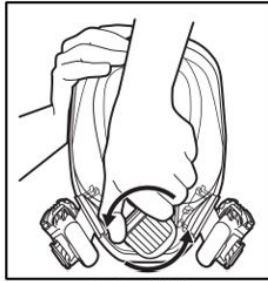

Fig.14
2. Retire el conjunto de la válvula de exhalación girándola 1/4 de vuelta en sentido contrario a las agujas del reloj (Fig. 14).
3. Retire el conjunto de la válvula de exhalación girándola 1/4 de vuelta en sentido contrario a las agujas del reloj (Fig. 14).
3. Retire el conjunto de la válvula de exhalación, para ello, gírelo 1/4 de vuelta en sentido contrario a las agujas del reloj (Fig. 14).